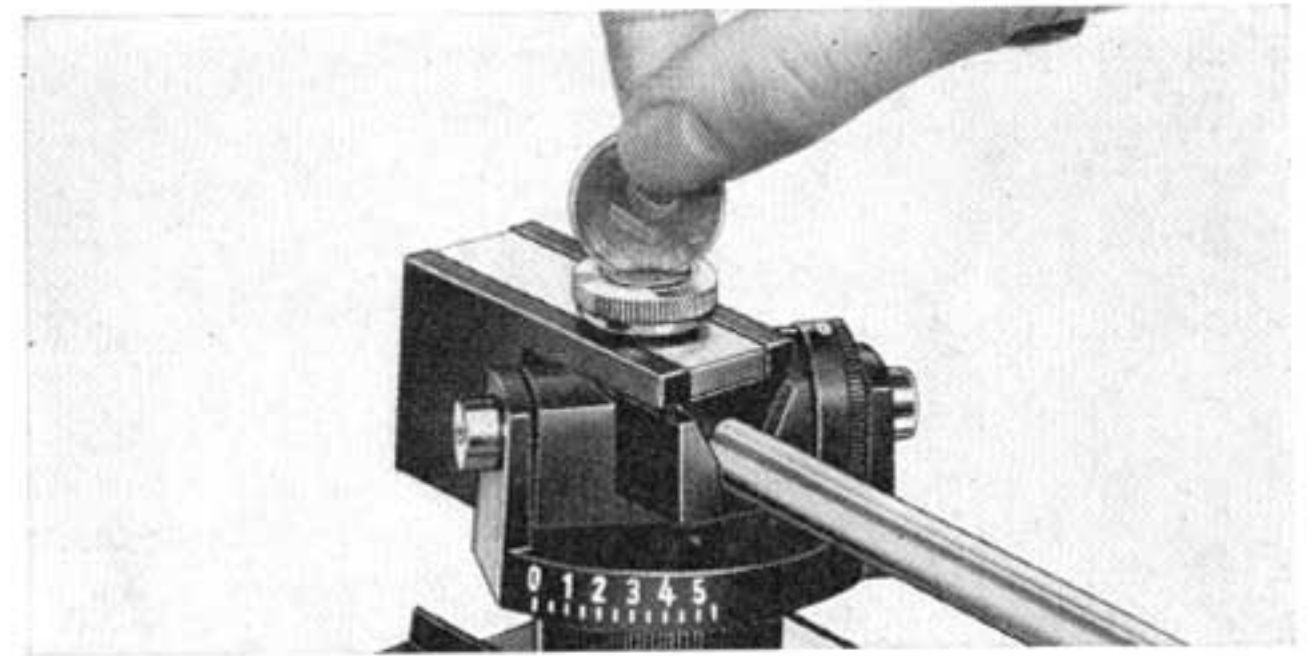

Fig. 8
1. Bei auf der Stütze verriegeltem Tonarm unter Zuhilfenahme einer Münze Feststellmutter durch Linksdrehen lösen (Fig. 8). Auflagekraft- und Antiskatingskala auf „0“ stellen.
1. Le bras étant verrouillé sur son support et les réglages de la compensation d'anti-skating et de la force d'appui verticale étant à "0", débloquent à l'aide d'une pièce de monnaie la vis de blocage (figure 8).
1. Afloje la tuerca de fijación girándola a izquierdas con ayuda de una moneda, después de haber sujetado el brazo en su soporte (cierre puesto) según fig. 8. Tanto el disco de regulación de la fuerza de apoyo como el del dispositivo "anti-skating" deberán estar en la pos. 0.